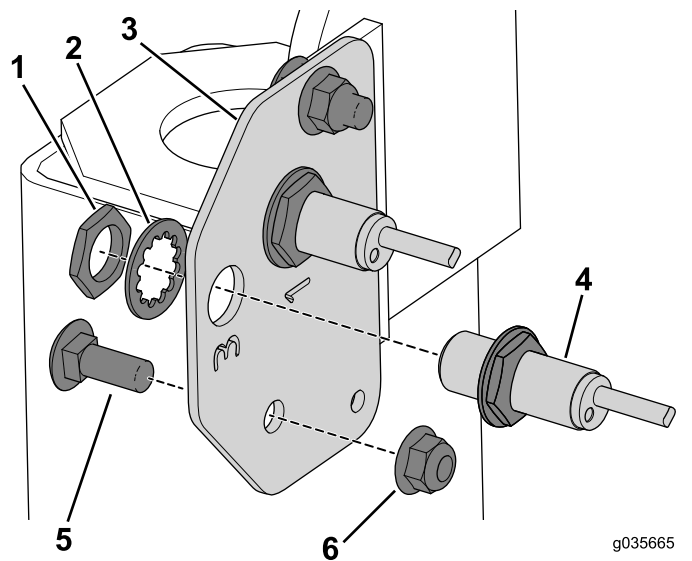

Bild 17
2. Befestigen Sie die vorher entfernten Initiatorsensoren mit den Befestigungsmuttern und Scheiben an der rechten Sensorplatte (**Bild 17**).
1. Befestigen Sie die rechte Sensorplatte mit zwei Schlossschrauben (3/8" x 1") und Bundmutter an der Maschine (**Bild 17**).